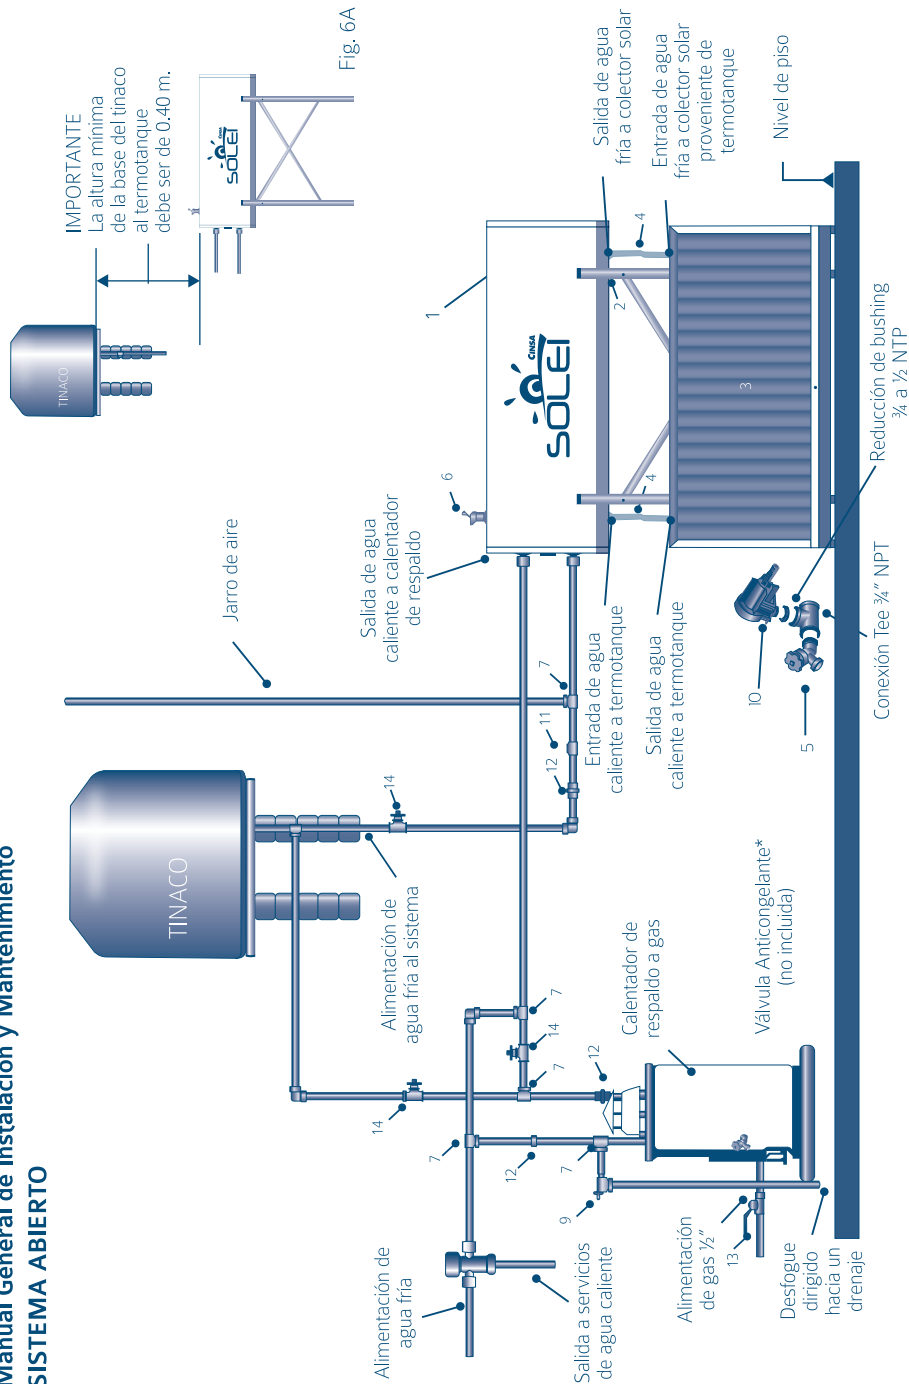

Fig. 6
2. Instale de acuerdo a las Fig. 6 y 7.